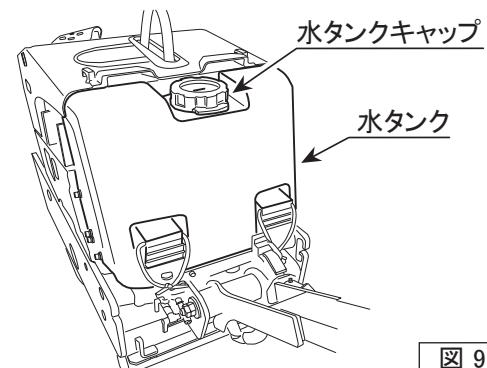

図 9
- 散水作業を行うときは、後方の水タンクに水をいれてください。(図9)